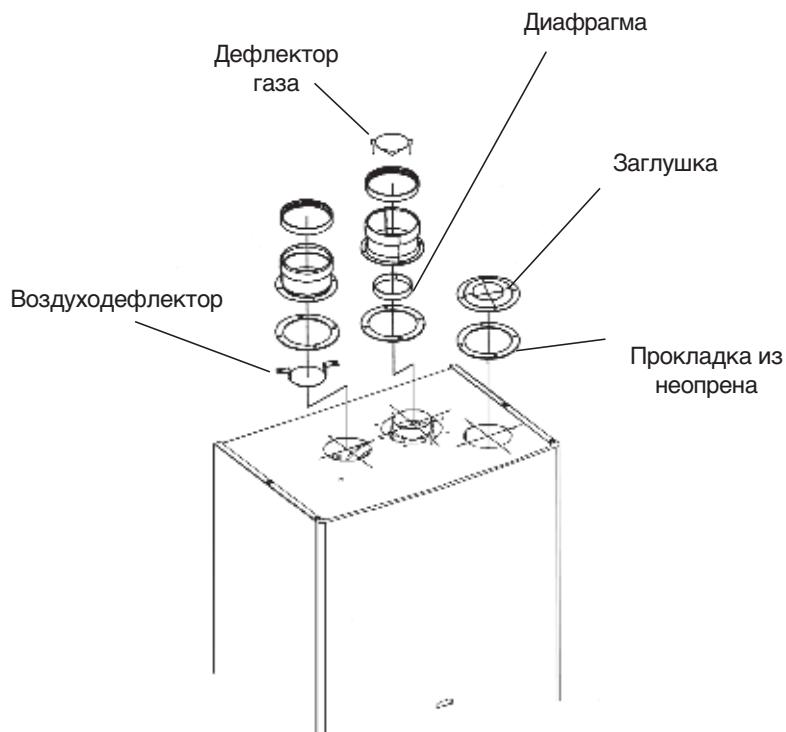

рис. 11
**Использование диафрагм, поставляемых в комплекте с котлом (рис. 11)**